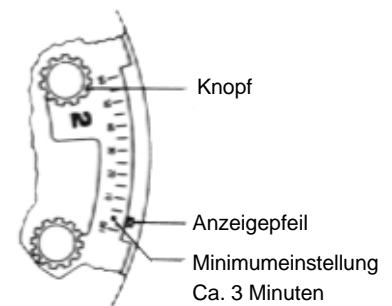

Abb. 6
5. Stellen Sie die Stationslaufzeit für jede Station auf 5 Min. Siehe Abb. 6.